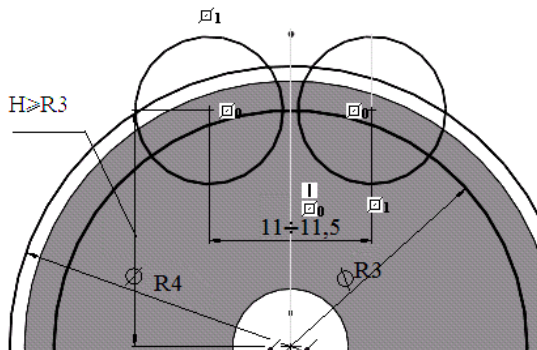

Рисунок 5.3
2. Для конструктивної побудови профілю зуба прямозубого циліндричного колеса накресліть ескізи двох кіл: $R3 = (R2 - 2 \text{ мм})$, $R4 = (R2 + 1 \text{ мм})$, проведіть перпендикулярну осьову лінію з центра колеса і накресліть коло $R5$ мм для конструктивного визначення кривизни евольвенти. Дзеркально відобразите коло $R5$ відносно осьової лінії, скориставшись панеллю інструментів **Ескиз** → **Зеркально отразить**. Вирівняйте розміри ескізу відповідно до рис. 5.3.